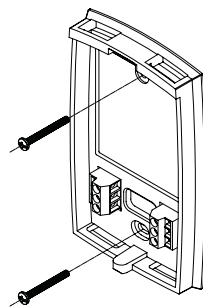

Figure 3
- ❻ Fixer la plaque murale au mur avec les vis de montage fournies selon la figure 3.
- ❼ Relier les fils aux bornes.